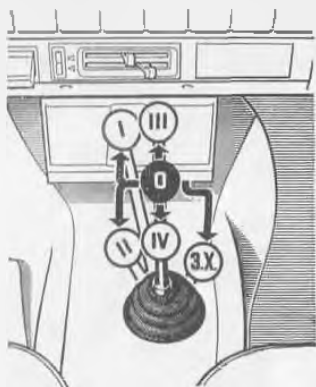

Рис. 1-14. Рычаг переключения передач и его положения:
26. Рычаг переключения передач 26 (рис. 1-14). Нейтральное положение определяется его свободным перемещением влево и